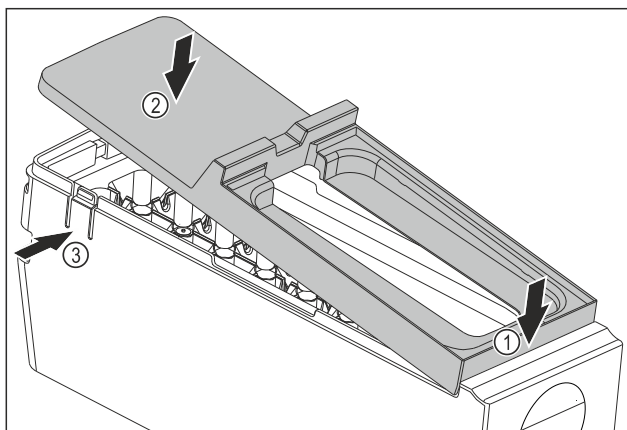

Fig. 186
- ▶ Смонтируйте крышку корпуса EasyTwist-Ice: Установите крышку спереди. Fig. 186 (1)
- ▶ Опустите крышку сзади. Fig. 186 (2)
- ▷ Крышка со щелчком фиксируется в накладках Fig. 186 (3).